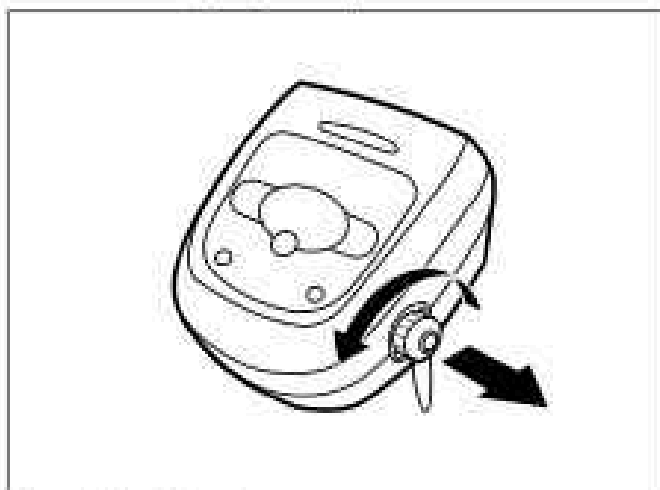

Figura 10: Retire la tapa protectora
- **EE. UU.:** Según los requisitos de NEC®, mantenga la caja de control por lo menos a (5) pies (1.5 m) del borde de la piscina. **CANADÁ:** Según los requisitos de CEC, mantenga la caja de control por lo menos a tres (3) m (10 pies) del borde de la piscina.
1. Desatornille la tapa protectora del cable flotante del costado de la caja de control girando en sentido contrario a las agujas del reloj (Figura 10).